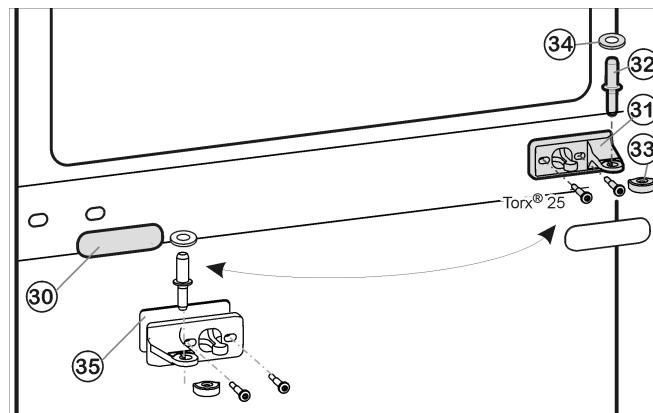
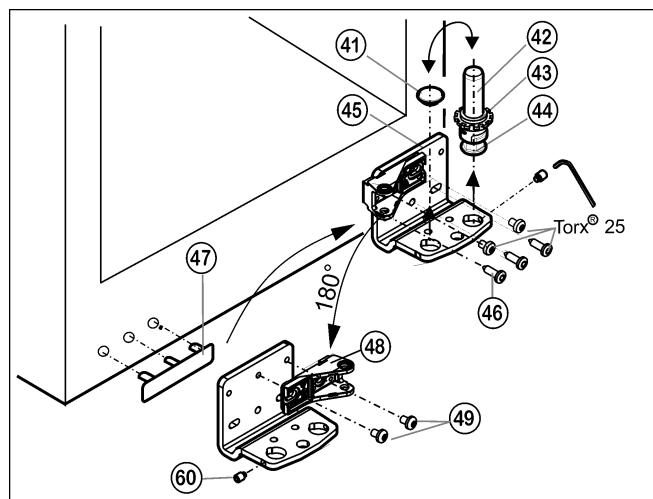

Fig. 12
Fig. 13
- Extraiga el perno de cojinete intermedio Fig. 12 (32) con la arandela Fig. 12 (34) del soporte de cojinete y de la puerta inferior.
- Retire la tapa de plástico Fig. 12 (33).
- Desatornille el soporte de cojinete intermedio Fig. 12 (31) (2 Torx® 25).
- Extraiga con cuidado el panel de protección Fig. 12 (30).
- Atornille el soporte de cojinete intermedio Fig. 12 (31) con la base Fig. 12 (35) en el nuevo lado de la bisagra girándolo 180° (**con 4 Nm**) para fijarlo.
- Vuelva a encajar el panel de protección Fig. 12 (30) girándolo 180° en el nuevo lado del tirador.
- ▶ Desenrosque el pasador de rosca *Fig. 13 (60)* aprox. 1 vuelta con la llave hexagonal suministrada.
- ▶ Desenrosque hacia arriba el perno de cojinete *Fig. 13 (42)* completo, con la arandela *Fig. 13 (43)* y la pata de ajuste *Fig. 13 (44)*.
- ▶ Desmonte el tapón *Fig. 13 (41)*.
- ▶ Desatornille *Fig. 13 (46)* el soporte de cojinete *Fig. 13 (45)*.
- ▶ Desenrosque por completo el pasador de rosca *Fig. 13 (60)* y enrósquelo en el lado opuesto en el soporte de cojinete hasta que quede por fuera a ras del soporte de cojinete.
- ▶ Desatornille la pieza de cojinete *Fig. 13 (48)* y vuélvala a atornillar *Fig. 13 (49)* en la parte interior girándola 180°.
- ▶ Vuelva a colocar el tapón *Fig. 13 (41)* en el otro agujero.
- ▶ Desmonte la cubierta en el lado del tirador *Fig. 13 (47)* con cuidado y cámbiela al lado opuesto.
- ▶ Vuelva a atornillar el soporte de cojinete *Fig. 13 (45)* en el nuevo lado de la bisagra (**con 4 Nm**) para fijarlo; dado el caso, utilice un destornillador de batería.
- ▶ Vuelva a enroscar el perno de cojinete *Fig. 13 (42)* completo, con la arandela y la pata de ajuste.
- ▶ Apriete el pasador de rosca *Fig. 13 (60)*.
- ▶ Coloque la puerta desde arriba sobre el perno de cojinete inferior *Fig. 13 (42)*.
- ▶ Vuelva a colocar la tapa de plástico *Fig. 12 (33)* en el soporte de cojinete intermedio *Fig. 12 (31)*.
- ▶ Inserte en la puerta inferior el perno de cojinete intermedio *Fig. 12 (32)* en el nuevo lado de la bisagra a través del soporte de cojinete intermedio *Fig. 12 (31)*.
- ▶ Introduzca la arandela *Fig. 12 (34)* en el perno de cojinete intermedio *Fig. 12 (32)*.
- Coloque la puerta superior sobre el perno de cojinete intermedio Fig. 12 (32).
- Dado el caso, alinee las puertas a través de los dos agujeros oblongos en el soporte de cojinete inferior Fig. 13 (45) y el soporte de cojinete intermedio Fig. 12 (31) a ras de la carcasa del aparato. Para ello, desenrosque el tornillo intermedio del soporte de cojinete inferior Fig. 13 (45).